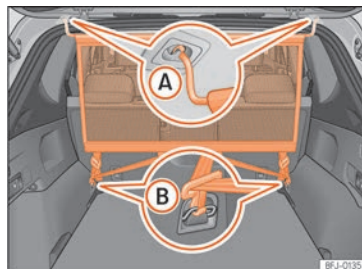

Abb. 168 Netztrennwand eingebaut.
- Netztrennwand in der linken Aufnahme am Dach einhängen »» **Abb. 168 (A)**. Darauf achten, dass die Querstange über die obere Position hinaus nach unten gezogen wird.
- Netztrennwand in der rechten Aufnahme am Dach durch Zusammendrücken der Querstange einhängen »» **Abb. 168 (A)**.
- Beide Haltehaken der Netztrennwand in die vorderen Verzurrösen im Gepäckraum »» **Abb. 168 (B)** einhängen und die Gurte fest spannen.
- Haltehaken der Netztrennwand an den Verzurrösen »» **Abb. 168 (B)** aushaken.
- Netztrennwand an der rechten Aufnahme im Dach »» **Abb. 168 (A)** durch Zusammendrücken der Querstange aushängen.